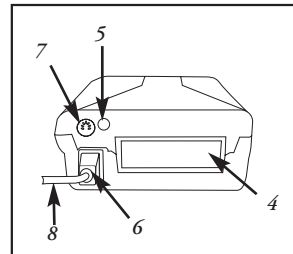

Figura 3
- Enchufe el cable apropiado al conector de CA (**Figura 3**).